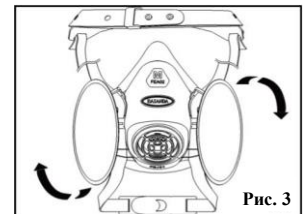

Рис. 3
2. Повернуть фильтр на 1/4 оборота по часовой стрелке до упора (Рис. 3)